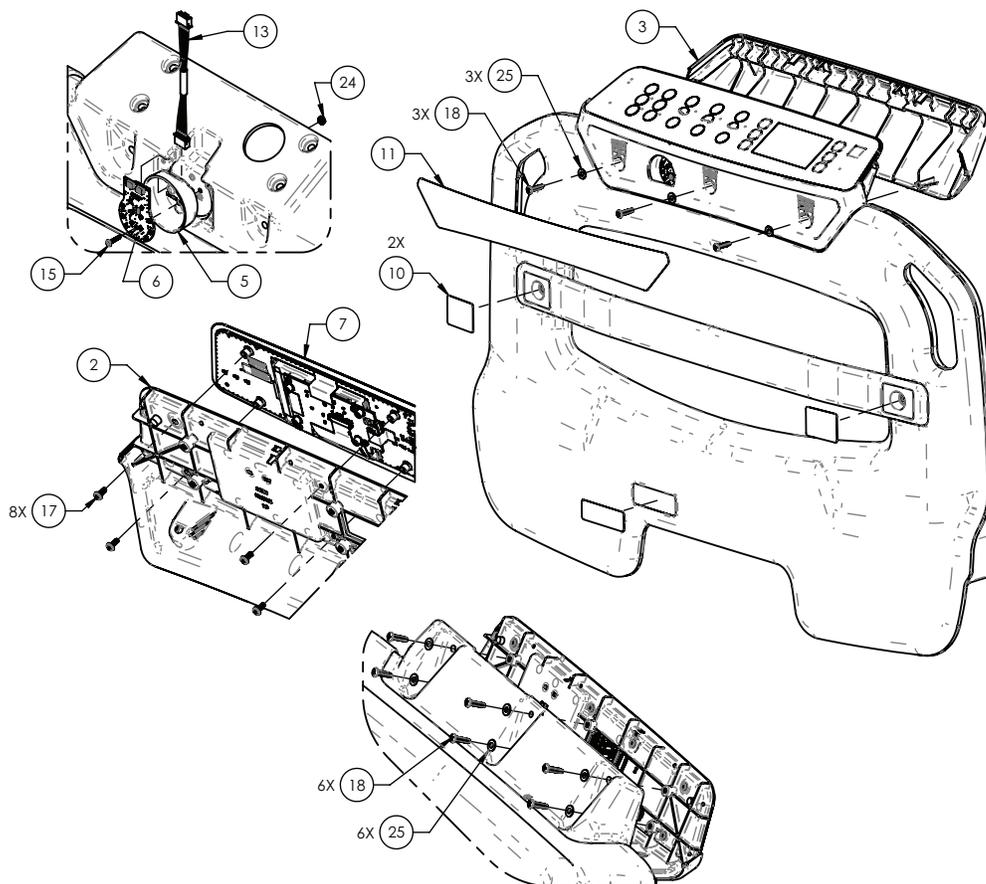

Figure 26 – Remplacement du clavier/de l’affichage du pied de lit
5. À l'aide d'un outil à pointe, retirer l'étiquette avant (11) du pied de lit (Figure 26).
6. À l'aide d'un tournevis cruciforme n° 2, retirer et conserver les trois vis (18) et rondelles (25) qui fixent le panneau arrière (3) au pied de lit (Figure 26).
7. Retirer et conserver le panneau arrière (3).
8. À l'aide d'un tournevis cruciforme n° 2, retirer et conserver les six vis (18) et six rondelles (25) qui fixent le clavier/l'affichage (7) au pied de lit (Figure 26).
9. Débrancher le câble du clavier/affichage et le câble lumineux du pied de lit iBed (13). Retirer et jeter le clavier/l'affichage (7) (Figure 26).